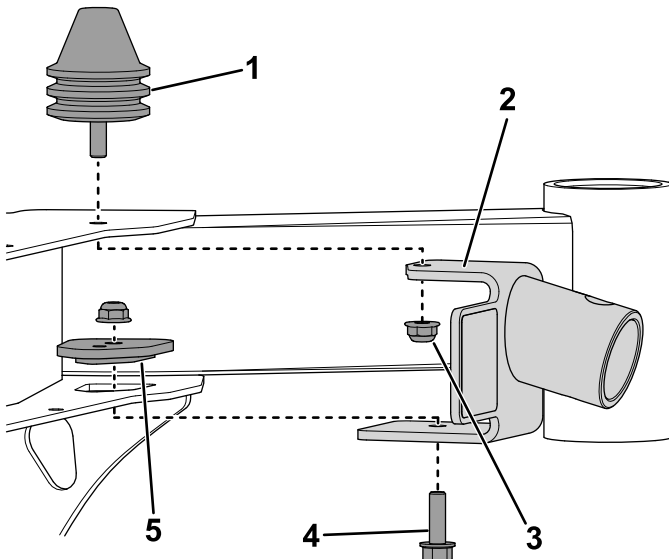

Figure 2
3. Fixez le support de cric sur le cadre à l'aide de 1 un boulon, 2 contre-écrous, de la plaque d'appui et de la butée retirée précédemment (Figure 2).